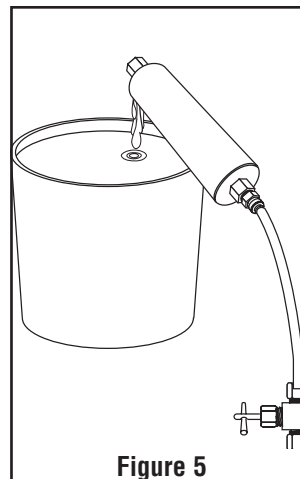

Figure 5
6. Rétablir l'alimentation en eau pour rincer le filtre en faisant couler l'eau dans un seau ou un contenant pendant cinq minutes, afin de faire sortir les fines particules de charbon qui peuvent être présentes dans le corps du filtre. Mettre fin au rinçage lorsque l'eau est claire. (Figure 5)
4. Rétablir l'alimentation en eau pour rincer le filtre en faisant couler l'eau dans un seau ou un contenant pendant cinq minutes, afin de faire sortir les fines particules de charbon qui peuvent être présentes dans le corps du filtre. Mettre fin au rinçage lorsque l'eau est claire. (Figure 5)